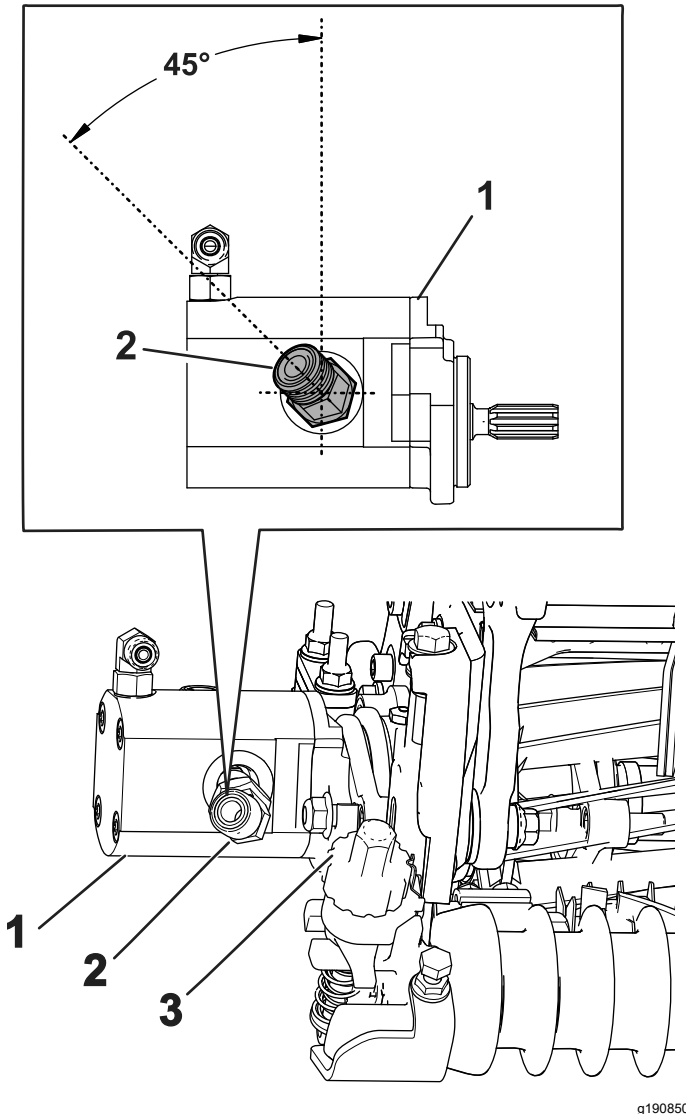

Bild 21
4. Montieren Sie das neue 45°-Anschlussstück; positionieren Sie dabei das Anschlussstück im Winkel wie in Bild 21 abgebildet. Ziehen Sie das Anschlussstück auf 47–58 N·m an.